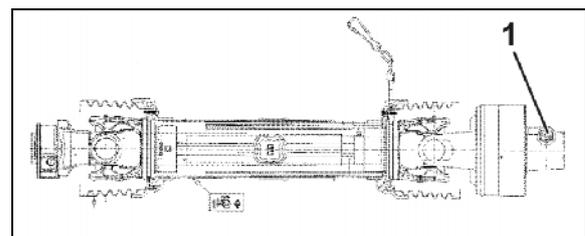

Fig. 24
2. Die Gelenkwelle auf die Getriebeeingangswelle aufstecken und mit Schraube befestigen (Fig. 24/1).